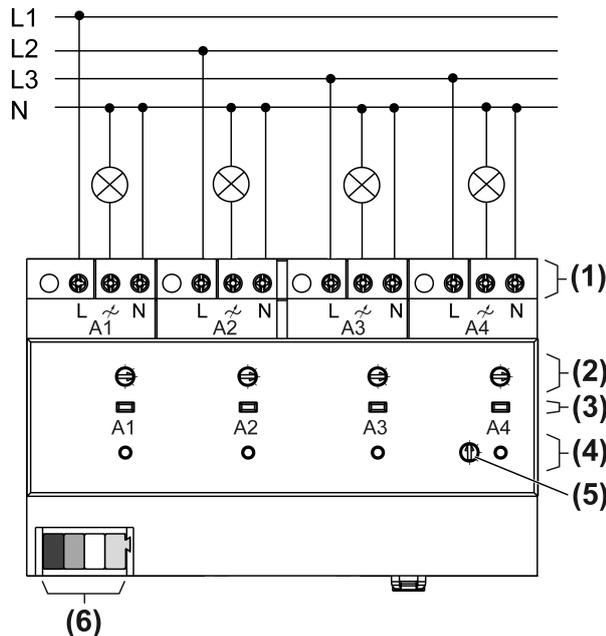

Figura 2: Esempio di collegamento alle uscite
- Collegare i carichi secondo l'esempio (Figura 2)